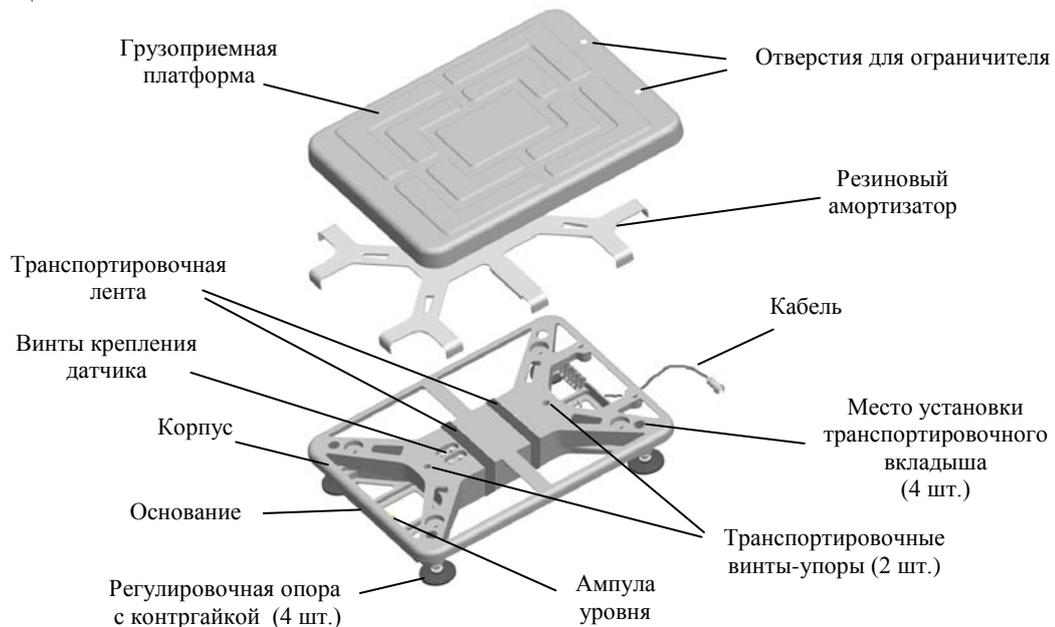
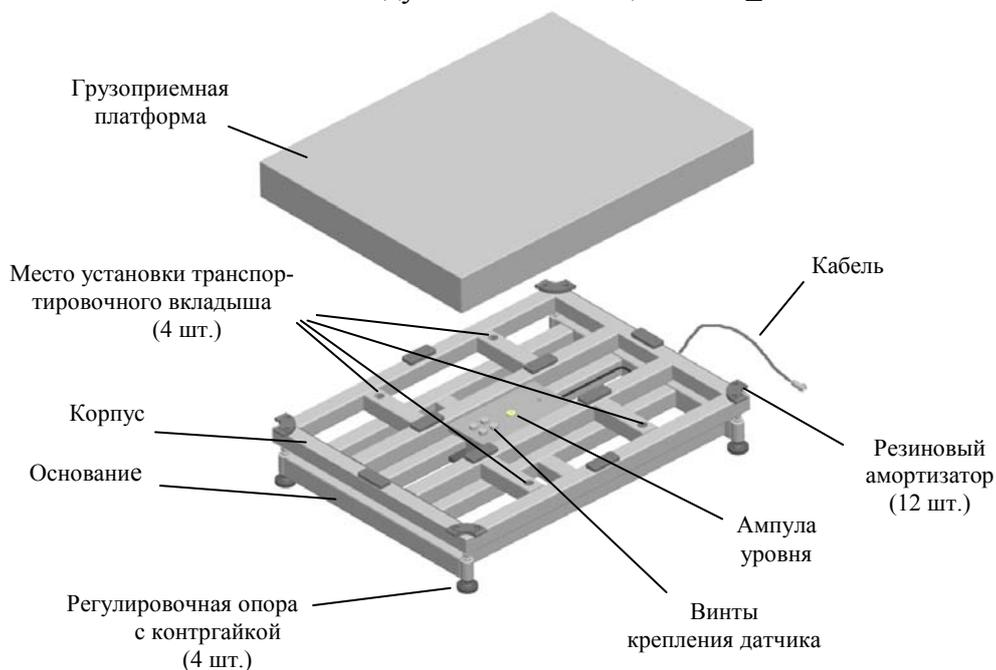

Рис. 4.1 - Модуль взвешивающий ТВ-S_
Рис. 4.2 - Модуль взвешивающий ТВ-M_
5.2 Снять грузоприемную платформу. Вынуть транспортировочные вкладыши (Рис. 4.1, Рис. 4.2).
5.5 Установить весы на твердой ровной поверхности. При помощи регулировочных опор выставить весы по ампуле уровня таким образом, чтобы пузырек воздуха находился в центре ампулы. При необходимости, затянуть контргайки регулировочных опор (Рис. 4.1,4.2).